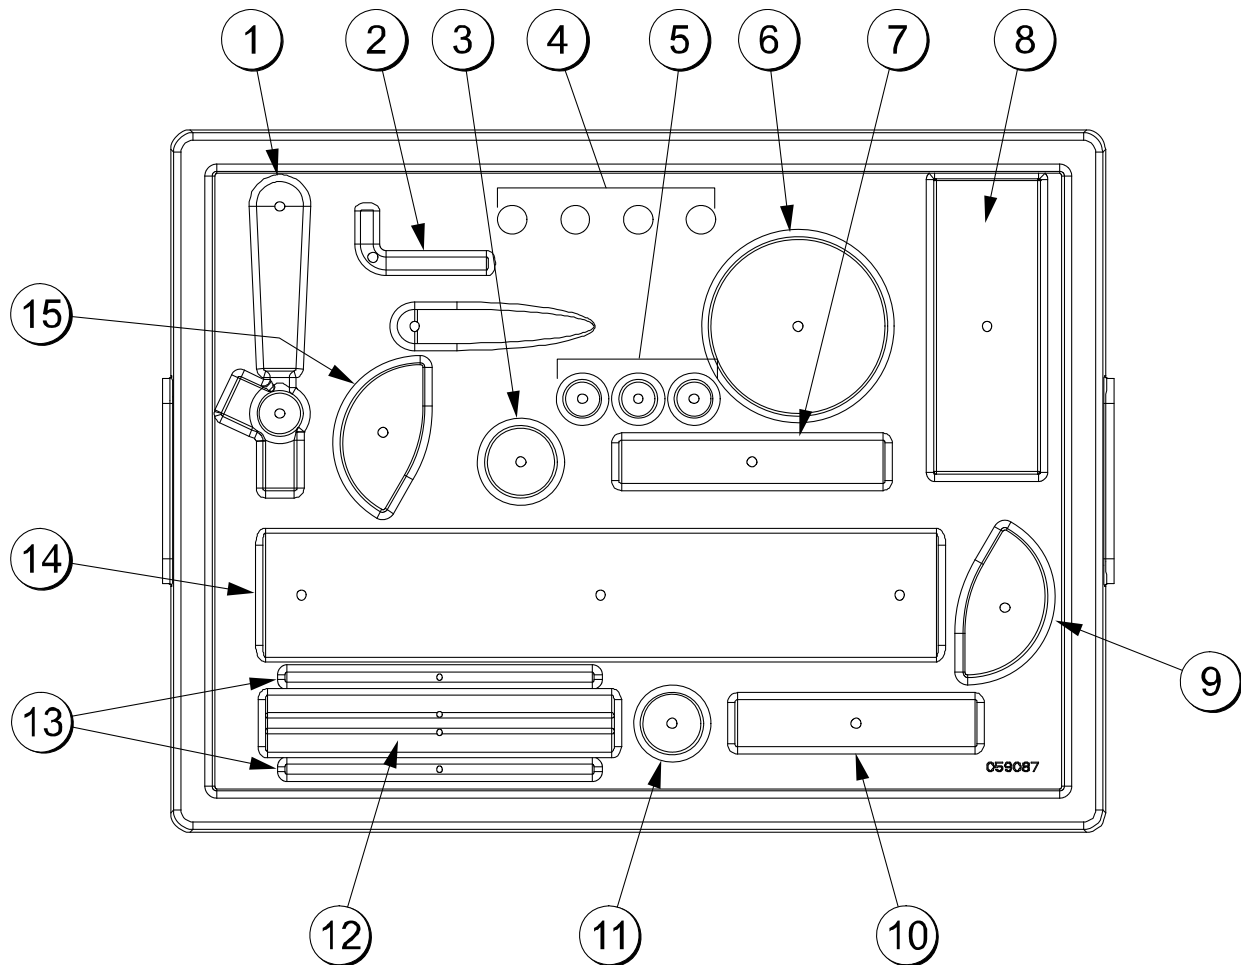

**Рисунок 16**
**059088 Детали лотка (сторона коктейлей) (см. рис. 16)**